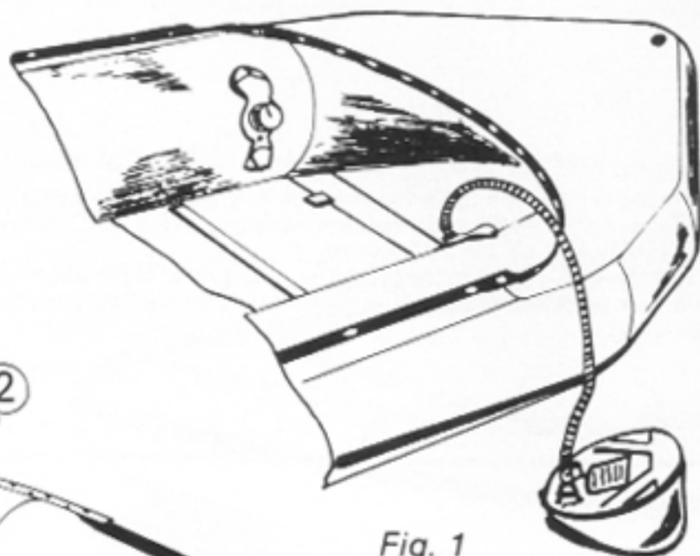

Fig. 1
- 5) Mettre le bateau en pression à 240 mb compartiment par compartiment, et emboîter le manomètre dans le clapet du compartiment pour ajuster la pression. (fig.1)
Pour le MARK II GT : gonfler le bateau à partir d'un clapet et ajuster la pression, le manomètre emboîté dans un autre clapet (fig.1)